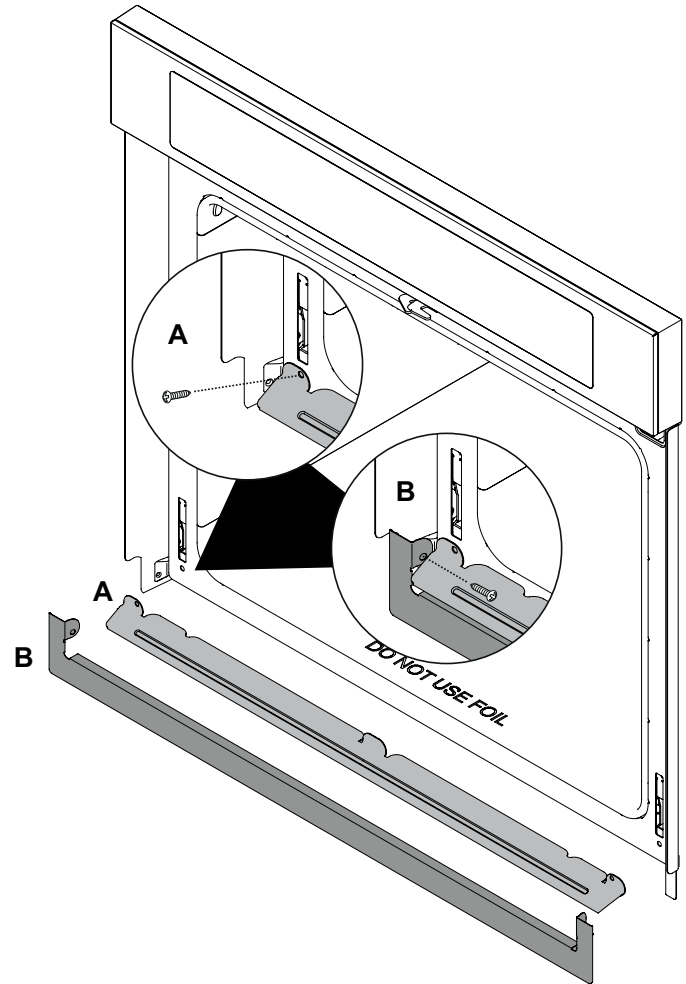

Figura 9
A. Coloque el desviador de aire (A) en su lugar como se muestra en la Figura 9. Alinee las ubicaciones de los tornillos y fije ambos extremos.
B. Coloque el recorte de color combinado (B) en su lugar como se muestra. Alinee las ubicaciones de los tornillos y fije ambos extremos.